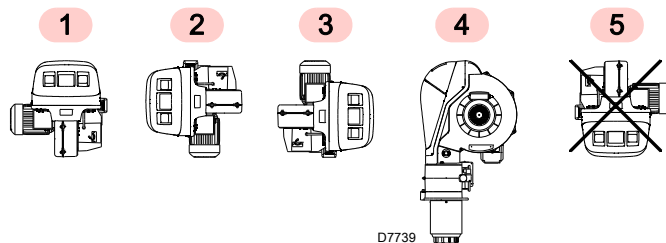

图 12
- ▶ 燃烧器设计为仅能安装在位置 1, 2, 3 和 4 (图 12)。